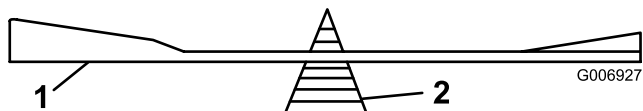

Figura 34
2. Verifique el equilibrio de cada cuchilla colocándola sobre un equilibrador de cuchillas (Figura 34). Si la cuchilla se mantiene horizontal, está equilibrada y puede utilizarse. Si la cuchilla no está equilibrada, afile algo de metal de la parte posterior de la cuchilla. Repita este paso hasta que la cuchilla esté equilibrada.